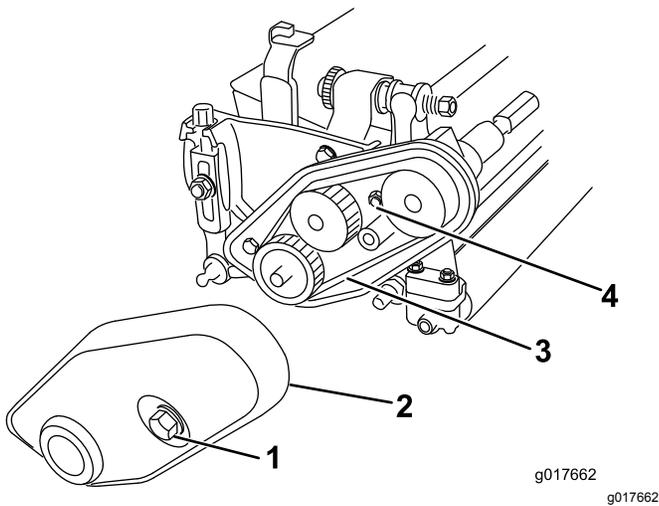

Figura 6
- Afloje el perno cautivo que sujeta la cubierta de la correa a la unidad de corte hasta que pueda retirar la cubierta (Figura 6).
- Afloje la tuerca tensora de la correa y retire la correa (Figura 6).